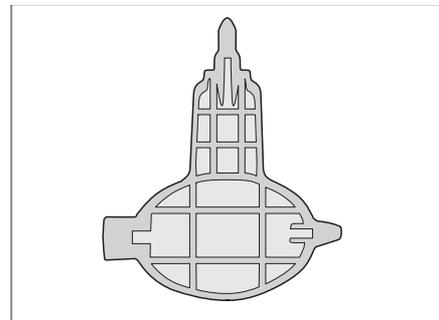

Bild 259 Schlüssel für Siphon (nur Alpha)
- ▷ Dem Modell Alpha liegt ein Schlüssel (Bild 259) zum Lösen des Siphons bei.